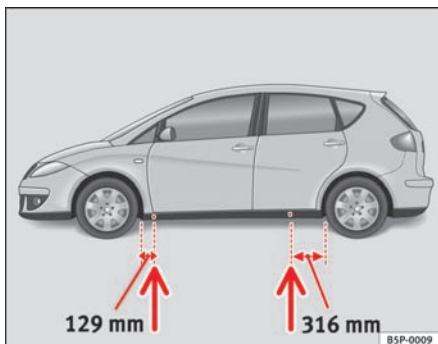

Fig. 171 Løftepunkter
- Find det løftepunkt under dørpanelet, der er tættest på det hjul, der skal skiftes ⇒ side 229, fig. 171.
Panelet er trykket lidt ind forrest og bagest, der hvor donkraften må sættes på ⇒ side 229, fig. 171. Der er et sted til donkraften for hvert hjul. Anbring ikke donkraften andre steder.